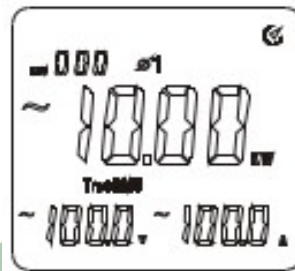

Figura 8-1
- Como muestra la figura 8-1, presione la tecla “SELECT” para elegir la fase 1 para un sistema trifásico de cuatro cables. Se indicará la potencia aparente, la tensión y corriente de la fase 1, $\phi 1$.